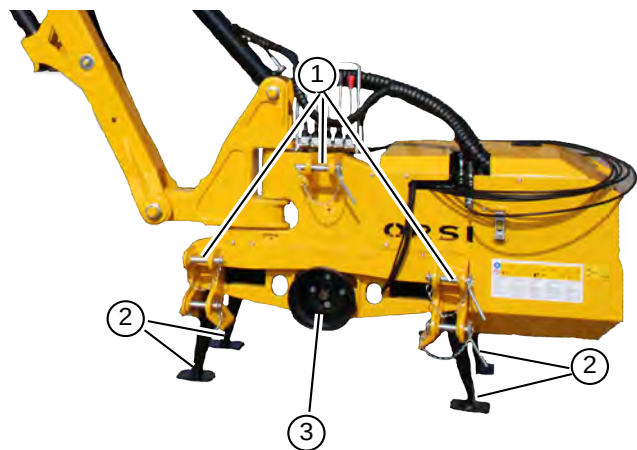

Fig. 17
- 1) Spina di sicurezza con innesto molla per i perni di attacco ("Fig. 17")
- 2) Piedini di appoggio contro il ribaltamento ("Fig. 17")
- 3) Cuffia di protezione dell'albero cardanico lato trattore ("Fig. 17") lato cardano compresa di catenelle di trattenuta ("Fig. 18").
- 1) Safety plug with coupling spring for hitch pins ("Fig. 17")
- 2) Support feet against tipping ("Fig. 17")
- 3) Protective guard of the PTO shaft on the tractor side ("Fig. 17") shaft side including chains of restraint ("Fig. 18").
- 1) Epingle de sécurité avec ressort de couplage pour les broches de fixation ("Fig. 17")
- 2) Pieds d'appui contre le renversement ("Fig. 17")
- 3) Bonnet de protection de la cardan coté tracteur ("Fig. 17") coté tracteur y compris de chaînes de retenue ("Fig. 18").
- 1) Sicherheitsnadel mit Kupplungsfeder für Kupplungsbolzen ("Fig. 17")
- 2) Stützfüße gegen Kippen ("Fig. 17")
- 3) Gelenkwelle Schutzelement auf der Maschinenseite ("Fig. 17"), Gelenkwelleseite einschließlich der Ketten der Rückhaltevorrichtung ("Fig. 18").
- 1) Copete de seguridad con muelle para pernos de enganche ("Fig. 17")
- 2) Pies de apoyo contra vuelco ("Fig. 17")
- 3) Elemento de protección del cardan lado tractor ("Fig. 17") incluidas las catenilla de tenida ("Fig. 18").
- 1) Pino de segurança com mola para pinos de fixação ("Fig. 17")
- 2) Pés de apoio contra capotamento ("Fig. 17")
- 3) Cobertura de proteção do eixo cardan do lado do trator ("Fig. 17") lado cardan incluindo correntes de retenção ("Fig. 18").